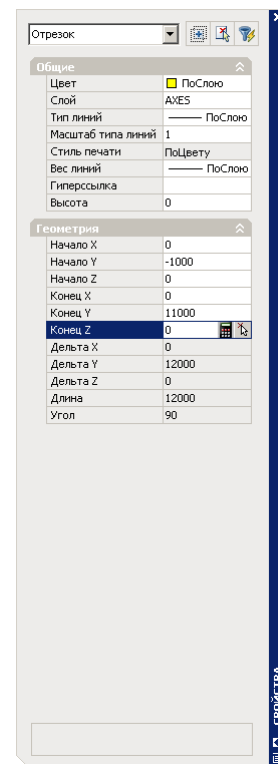

Рис.12.2.1. Окно диалога **Свойства**
- В открывшемся окне диалога **Свойства** (рис. 12.2.1) задайте следующие параметры: